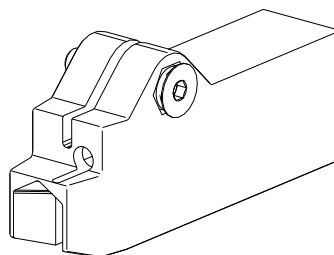

Abb. 30: Endkappe für Endeinspeisung (Bestell-Nr.: 081272-2)
- am Ende des Schleifleitungssystems (Endeinspeisung) (siehe Abb. 30).